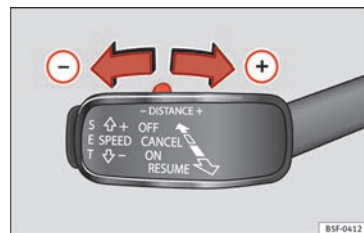

Fig. 200 Levier de commande : réglage de la distance.
- Pour indiquer la distance actuellement programmée, appuyez brièvement sur la commande à bascule » fig. 200.